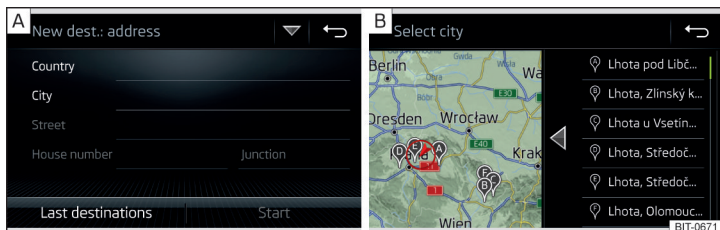

Fig. 225 Saisie de la destination au moyen de l'adresse : Menu principal / Liste des lieux trouvés
- Si le menu de recherche de destination au moyen de l'adresse » fig. 225 - **A** n'est pas affiché, appuyez sur la touche  → Adresse.
Il est possible qu'une carte avec une liste de lieux avec le même nom soit affichée automatiquement pendant la saisie du nom d'un lieu » fig. 225 - **B**.